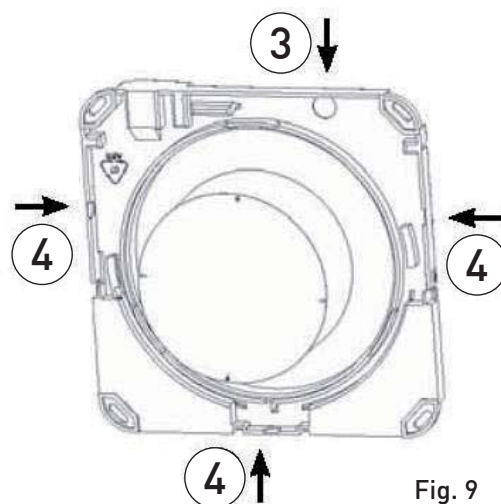

Fig. 9
2. Fratturare l'imposta prevista per il passaggio collegamenti [3], nel caso di collegamenti esterni non sotto traccia fratturare le zone previste [4] sia sul portamotore che sul coperchio (fig. 9).